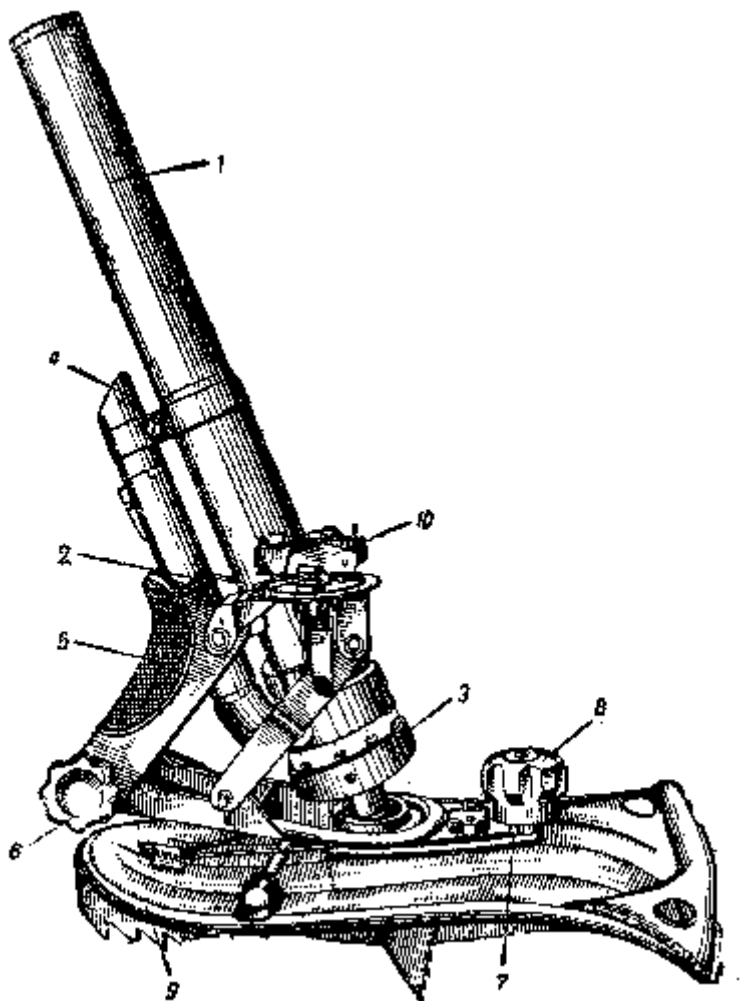

Рис. 1. Миномет в боевом положении:
50-мм ротный миномет обр. 1941 г. (рис. 1) является гладкоствольным жестким (без противооткатных устройств) орудием навесного огня и предназначается для непосредственного сопровождения пехоты.
Миномет состоит из следующих основных частей (рис. 1): ствола с газоотводом и дистанционным краном; лафета с ползуном, поворотным механизмом и уравнивающей пружиной; горизонтирующего механизма; опорной плиты; прицела.
Ствол 1 (рис. 1) служит для направления полета мины в цель. Труба ствола ввертывается в кожух газоотвода 4 и закрепляется контргайкой. С другой стороны в кожух газоотвода ввертывается казенник, на котором закреплена обойма со шкалой дистанционного крана. Дистанционный кран 3 предназначается для изменения дальности полета мины. Это достигается тем, что при вывинчивании казенника из кожуха газоотвода образуется зазор между казенным срезом трубы и дном казенника, через который пороховые газы при выстреле выходят из канала ствола в газоотвод 4 и отводятся по трубке последнего наружу. Чем больше вывинчивать казенник из кожуха, тем больше будет величина зазора, следовательно, тем большее количество газов выйдет из канала ствола через зазор и газоотвод и тем меньше будет дальность полета мины.
4. Вращением рычага 7 (рис. 1) и маховичка 8 отгоризонтировать миномет так, чтобы пузырьки обоих уровней были приблизительно на середине.